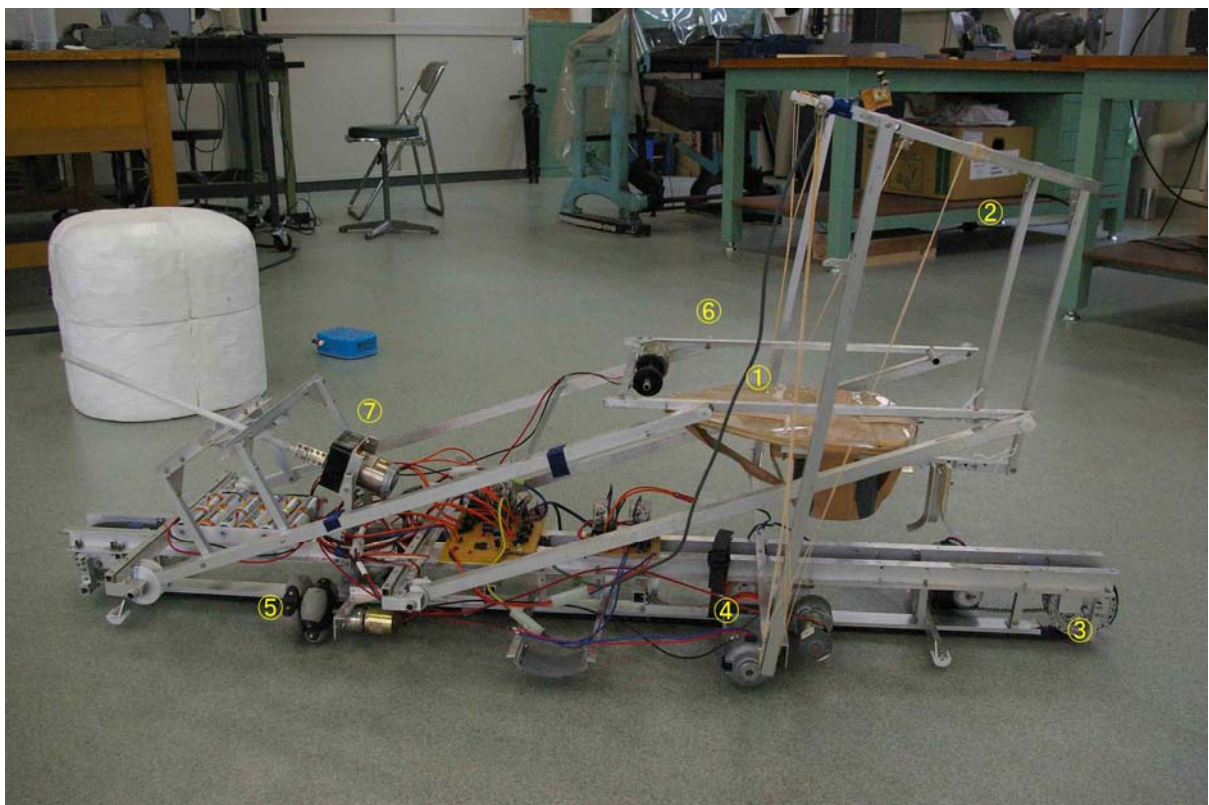

図1
秋田高専Aチームの手動ロボットは上の図1のような外観をしています。①のオブジェクトレイは②のブランコにより、水平を保つように工夫されています。ブランコ下部には固定部があり、ブランコを固定したり、解放したり選択することもできます。約1.4mの長さのキャタピラ③により、スタート直後の堀を越えることができます。④のタイヤは、カム機構により地面に接地させたり、地面から浮かせたりできます。⑤のオムニホイールもカム機構により、上下に移動し、接地を選択できます。オムニホイールは左右の移動に使用します。よって、本ロボットは、キャタピラ③と⑤のオムニホイールにより移動することもできますが、特に旋回性能が必要なときには、タイヤ④と⑤のオムニホイールを使用して移動することもできます。また、⑥はオブジェを持ち上げるためのアームであり、⑦のモータでアームを駆動させることができます。堀越えのスムーズさと、着実に正確な動